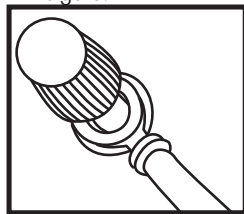

Fig. 1
convertisseur de tension **1**. Guider l'œillet de fourche rouge du câble avec la prise allume-cigare 12 V du véhicule **12** avec l'ouverture sur le raccord à vis **7** (voir Fig. 1). Veiller à ce que la rondelle se trouve entre l'œil de fourche et l'écrou **16**.
- Desserrer l'écrou noir **17** sur le convertisseur de tension **1**. Guider l'œillet de fourche noir du câble avec la prise allume-cigare 12 V du véhicule **12** avec l'ouverture sur le raccord à vis **8** (voir Fig. 1). Veiller à ce que la rondelle se trouve entre l'œil de fourche et l'écrou **17**.
- Desserrer l'écrou rouge [16] sur le convertisseur de tension [1]. Faire passer l'œillet à fourche rouge du câble avec la borne de raccordement rouge [10] sur le raccord à vis 12 V [7] (voir Fig. 1). Veiller à ce que la rondelle se trouve entre l'œil de fourche et l'écrou [16].
- Desserrer l'écrou noir [17] sur le convertisseur de tension [1]. Faire passer l'œillet à fourche noir du câble avec la borne de raccordement noir [11] sur le raccord à vis [8] (voir Fig. 1). Veiller à ce que la rondelle se trouve entre l'œil de fourche et l'écrou [17].